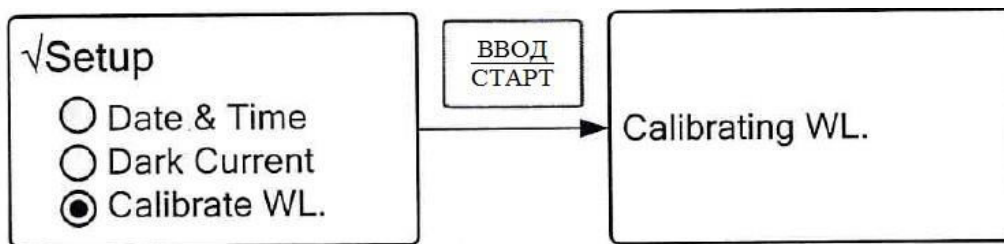

Рисунок 30. Калибровка длины волны
2.5.2.5. “**Calibrate WL**” – процедура калибровки шкалы длины волны. В процессе длительной работы спектрофотометра для повышения точности установки длин волн рекомендуется периодически проводить калибровку длины волны. Для проведения процедуры калибровки длины волны с помощью кнопок “▲” и “▼” выберите строку **Calibrate WL** и нажмите кнопку “ВВОД/СТАРТ”. Процедура пройдет автоматически (Рисунок 30), после чего прибор вернется в меню настроек.